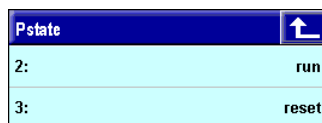

Abb. 81: Status "run" auswählen
2. **Status "reset" auswählen:** Wählen Sie den Status "reset" (siehe Abb. 81).